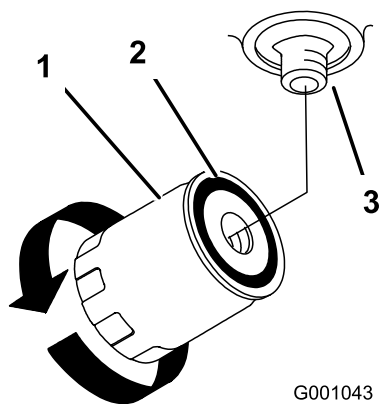

Figura 77
4. Remova o filtro de óleo antigo e limpe a superfície de vedação do adaptador do filtro (Figura 77).
6. Coloque o filtro hidráulico de substituição no adaptador do filtro. Rode o filtro de óleo hidráulico no sentido dos ponteiros do relógio até que a junta de borracha toque no adaptador do filtro e, em seguida, aperte o filtro mais 1/2 volta (Figura 77).